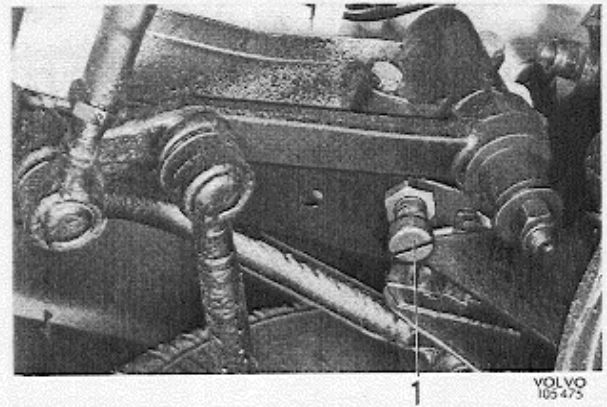

Abb. 12 Anschlagschraube für Lenkbegrenzung
2. Dasselbe Verfahren mit dem rechten Vorderad (Rechteseinschlag) und der rechten Anschlagschraube (1, Abb. 12) wiederholen.